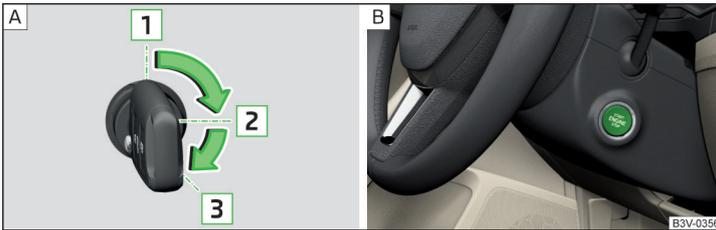

Abb. 249 Positionen des Fahrzeugschlüssels im Zündschloss / Starterknopf
**Positionen des Fahrzeugschlüssels im Zündschloss** » Abb. 249 - [A]
› Den Knopf drücken » Abb. 249 - [B], die Zündung wird ein-/ausgeschaltet.
- › Bei Fahrzeugen mit **Zündschloss** den Schlüssel in die Position **3** drehen » Abb. 249 auf Seite 212 - [A], es erfolgt der Startvorgang. Dann den Schlüssel loslassen, der Motor springt automatisch an.
- › Bei Fahrzeugen mit **Starterknopf** den Knopf kurz drücken » Abb. 249 auf Seite 212 - [B], der Motor springt automatisch an.
- › Bei Fahrzeugen mit **Zündschloss** den Schlüssel in die Position **1** drehen » Abb. 249 auf Seite 212 - [A].
- › Bei Fahrzeugen mit **Starterknopf** den Knopf drücken » Abb. 249 auf Seite 212 - [B], der Motor und die Zündung werden gleichzeitig ausgeschaltet.
› Den Knopf gedrückt halten » Abb. 249 auf Seite 212 -  oder zweimal innerhalb von 1 Sekunde drücken.